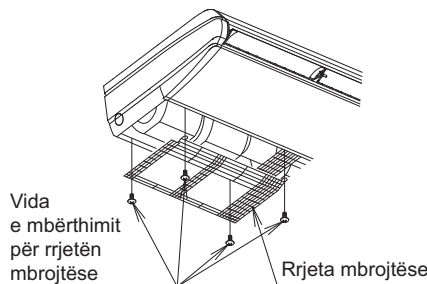
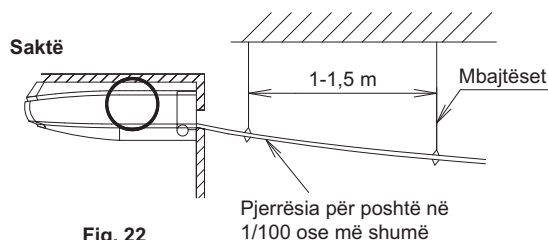
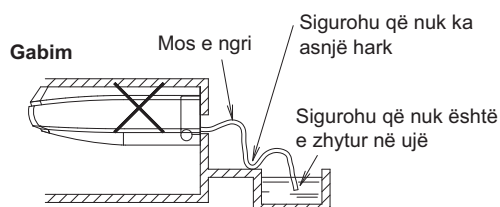

Fig. 21
Fig. 22
Fig. 23
- Hiqni rrjetën mbrojtëse kur kaloni tubin e kullimit majtas anash/majtas prapa. Më pas, hiqni tapën e kullimit dhe materialin e izolimit të vendosur në vrimën e kullimit në anën e majtë, dhe vendosini ato në vrimën e kullimit në anën e djathtë. Kur ta bëni këtë, futni deri në fund tapën në vrimën e kullimit për të parandaluar rrjedhjen e ujit. Pas montimit të tubit të kullimit (1) (aksesor), montoni rrjetën mbrojtëse, në rendin e kundërt të veprimeve për heqjen e saj. (Shihni fig. 21)
- Zgjidhni diametër tubi të barabartë ose më të madh se diametri i tubit të kullimit (1) (aksesor) (tub plastik, diametri nominal 20 mm, diametri i jashtëm 26 mm).
- Montoni tubacionin e kullimit sa më të shkurtër të jetë e mundur dhe të drejtuar poshtë me 1/100 ose më shumë, duke evituar qëndrimin e ajrit. (Shihni fig. 22 dhe fig. 23)
- Montoni mbajtëse në distancë 1 deri në 1,5 m, në mënyrë që tubacioni të mos përkulet. (Shihni fig. 22)